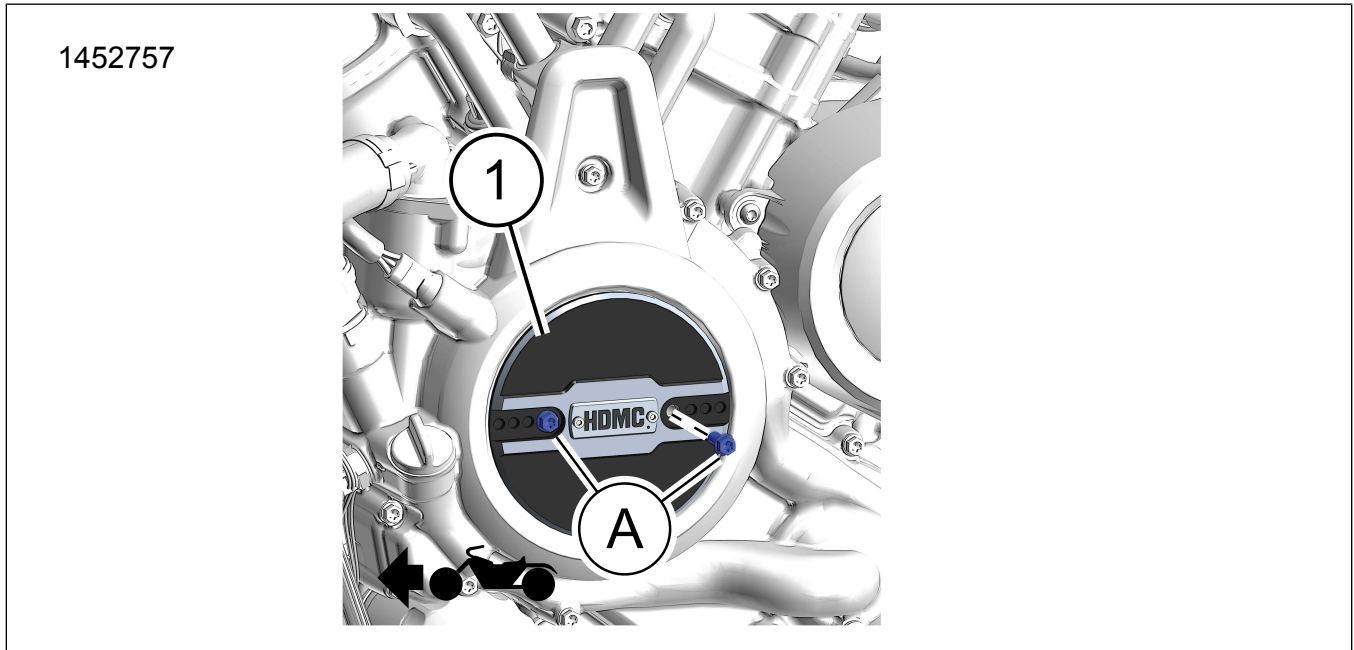
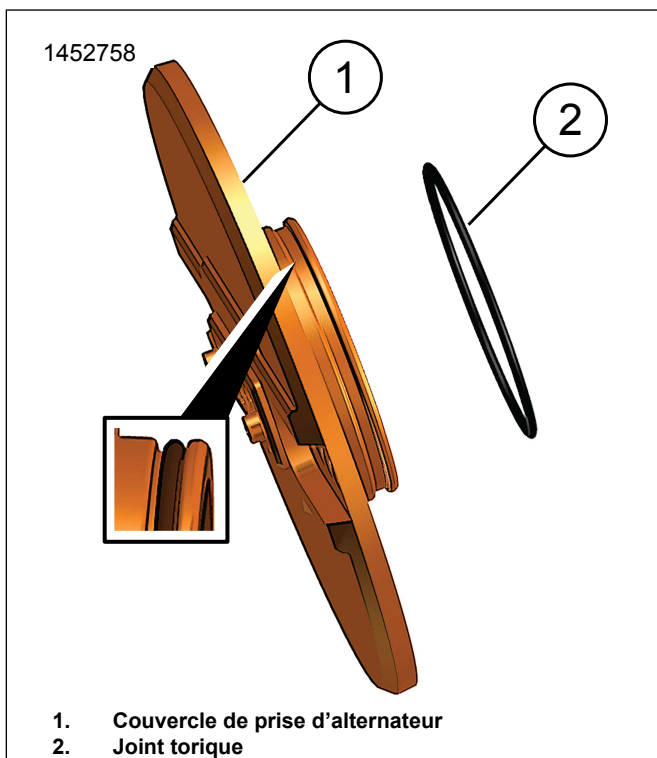

Figure 1. Contenu du kit : Kit couvercle de l'alternateur
Figure 2. Installation du joint torique
1. Voir la figure 1. Retirer les deux vis (A) du couvercle d'alternateur. Conserver les vis.
1. Voir la figure 2. Enduire le joint torique (2) avec de l'huile propre.
2. Installer le **nouveau** cache de la prise d'alternateur (1).
3. Voir la figure 1. Fixer à l'aide des vis d'origine (A). Serrer.